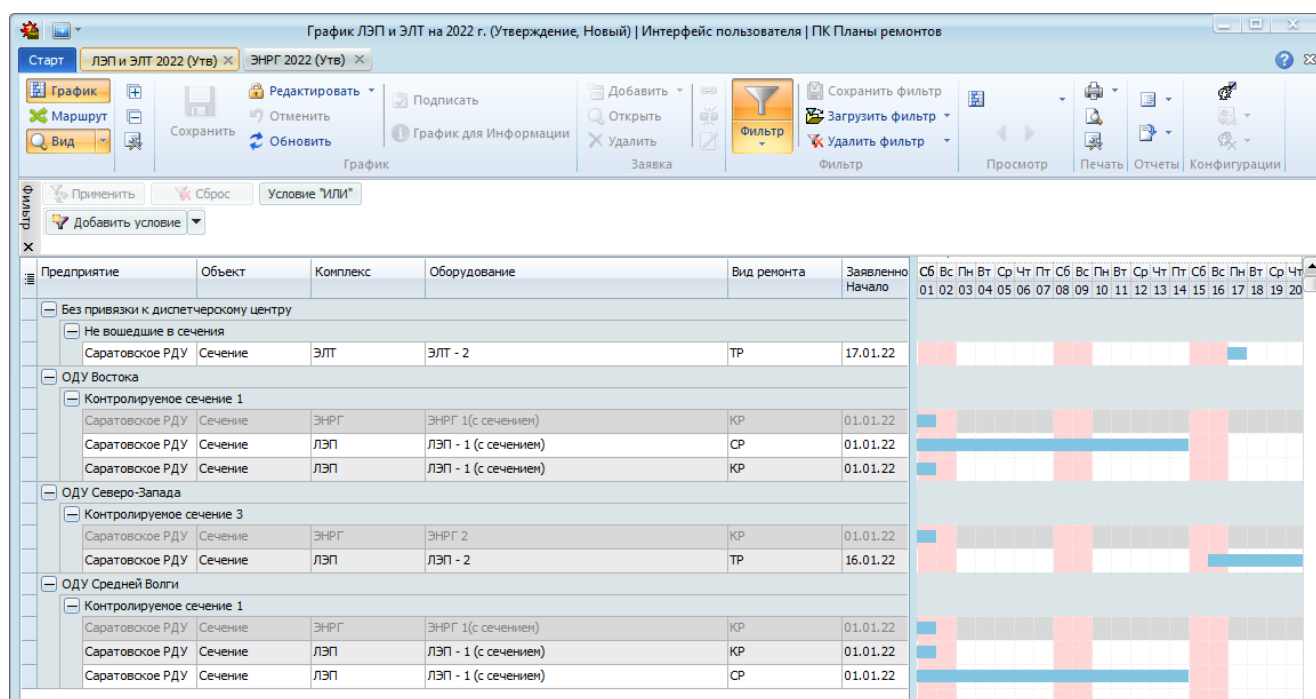

Рисунок 10.49 – Выбор режима просмотра «Сечения и оборудование ЭНРГ»
3. При выборе настройки «Сечения и оборудование ЭНРГ» в блоки соответствующих сечений графика из графика типа «ЭНРГ» аналогичного периода производится подгрузка заявок на оборудование комплексов «ЭНРГ», имеющее принадлежность к сечению (Рисунок 10.49). Подгруженные заявки в табличной части закрашиваются серым цветом. Заявки на оборудование, принадлежащее нескольким сечениям дублируются и отображаются в каждом блоке соответствующего сечения.